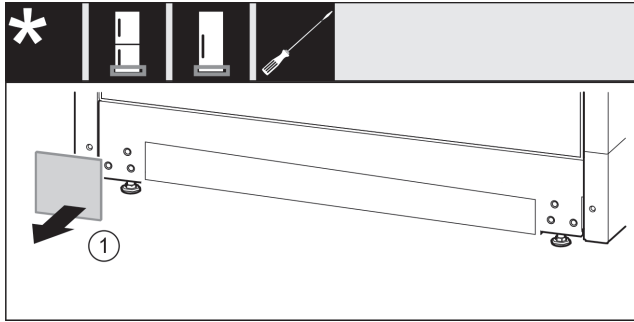

Fig. 33
- ▶ Снимите крышку. *Fig. 33 (1)*